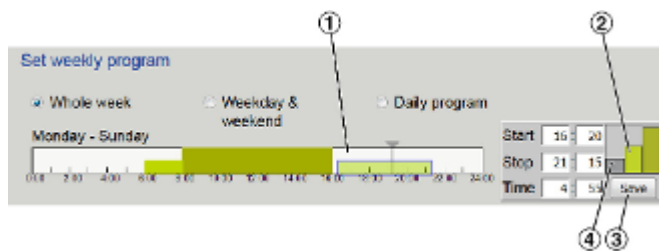

Fig. 40 : Réglage des temps de fonctionnement
3. ▶ Pour définir un nouveau minuteur (période de temps), cliquer d'abord sur la zone blanche (Fig. 40 /1) puis sélectionner la vitesse du ventilateur (vitesse basse ou élevée) (Fig. 40 /2). Saisir les heures de début et d'arrêt à l'aide du clavier ou déplacer la barre avec la souris. Terminez la saisie en cliquant sur Enregistrer (Fig. 40 /3).
Pour modifier un minuteur, marquer la période avec la souris et effectuer les modifications nécessaires. Après la modification, terminez la saisie en cliquant sur Enregistrer (Fig. 40 /3).
Pour supprimer un minuteur, marquer ce dernier avec la souris puis sélectionner « Arrêt » (barre grise – Fig. 40 /4) ; cette opération permet d'effacer le minuteur.